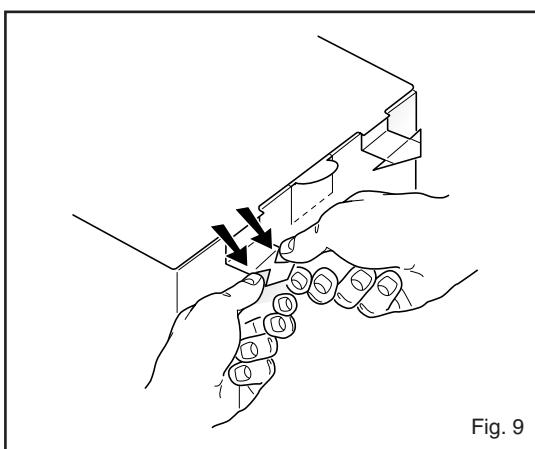

Fig. 9
- b) Comprimer les extrémités pointues à l'aide d'une forte pression (fig. 9).